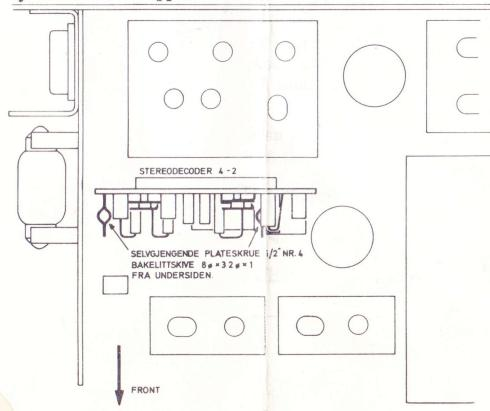

Fig. 4. Montering av stereodekoder 4-2 i Sølvsuper 10.
3. Trekk ut ekvivalentkortet og monter dekoderen som vist i fig. 4. Legg isolasjonsskivene mellom skruenhodene og fest med to skruer fra TK-platens folieside.